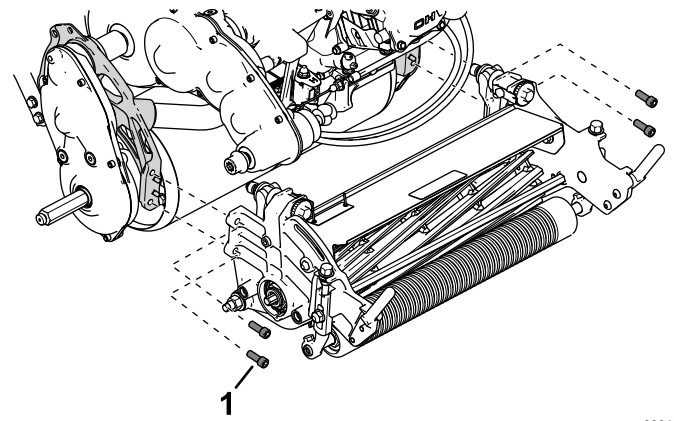

Figura 4
3. Utilize quatro parafusos de cabeça sextavada interior para instalar a unidade de corte na estrutura (Figura 4).